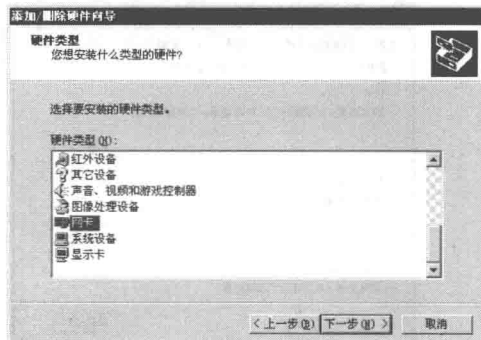

图 1.7 添加/删除硬件向导 5
(5) 选择第 2 项，单击【下一步】按钮，弹出如图 1.7 所示对话框，要求用户选择需要安装的硬件。